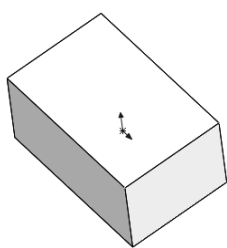

图 6-66 源文件
- 02 在“打开”属性管理器中选定文件名为“6.13”，然后单击“OK”按钮，或者双击所选定的文件，即打开所选文件，如图 6-66 所示。